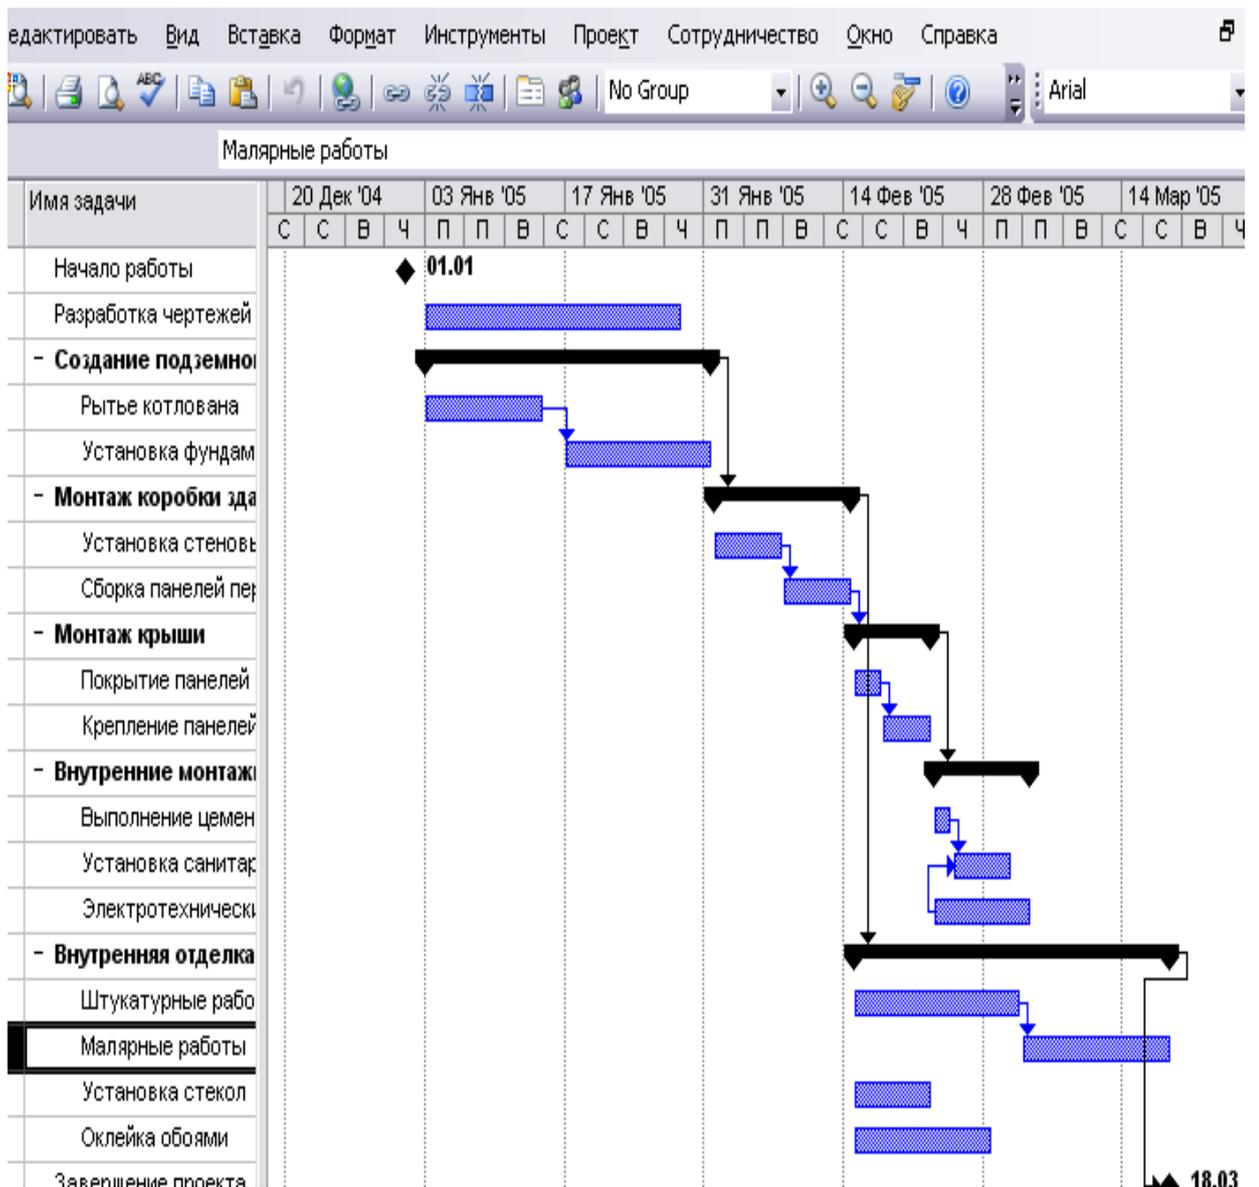

Рис.7. Все связи проекта
- Создайте зависимость **Окончание-окончание** между задачами **Внутренняя отделка здания** и **Завершение проекта** (рис.7).